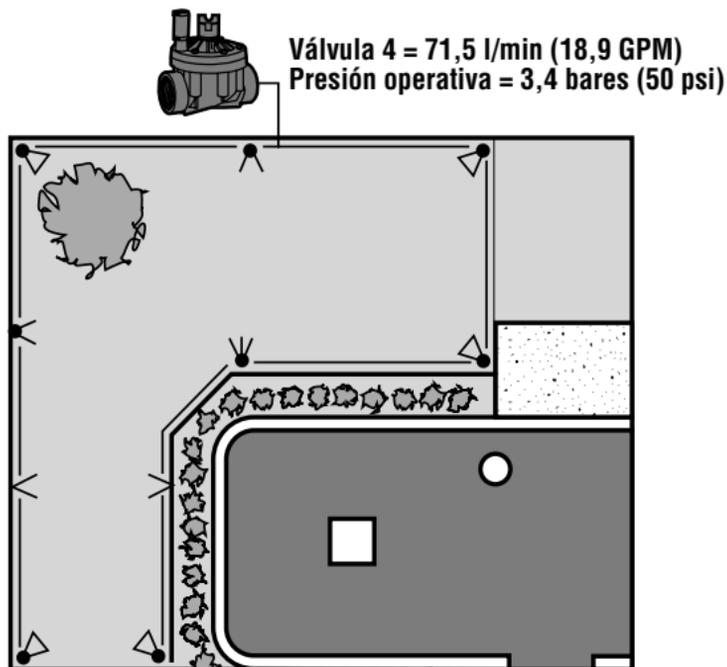

Figura 1
**Por ejemplo, la Figura 1 (en la siguiente página) muestra una zona típica que utiliza turbinas I-20. Para calcular el caudal total de la zona:**